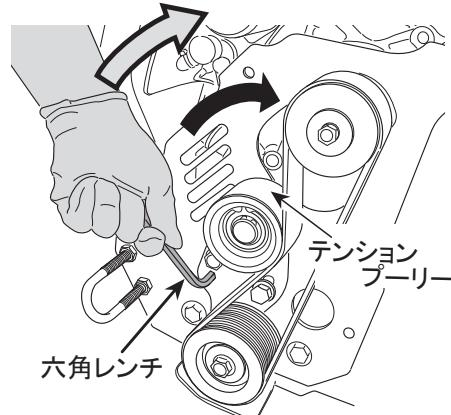

図7
b. 8mmの六角レンチをテンションプレーリーにある調整六角穴に差し込みます。テンションプレーリーが右側に動くように、六角レンチを少し持ち上げるように右廻り(時計廻り)に動かします。(図7)